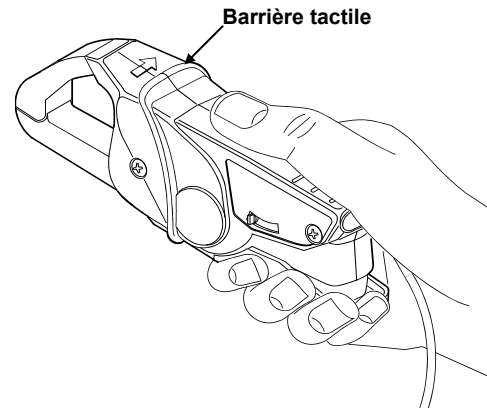

Figure 1. Emploi sûr de la pince de courant
- Ne pas tenir la sonde de courant au-delà de la barrière tactile, voir Figure 1.